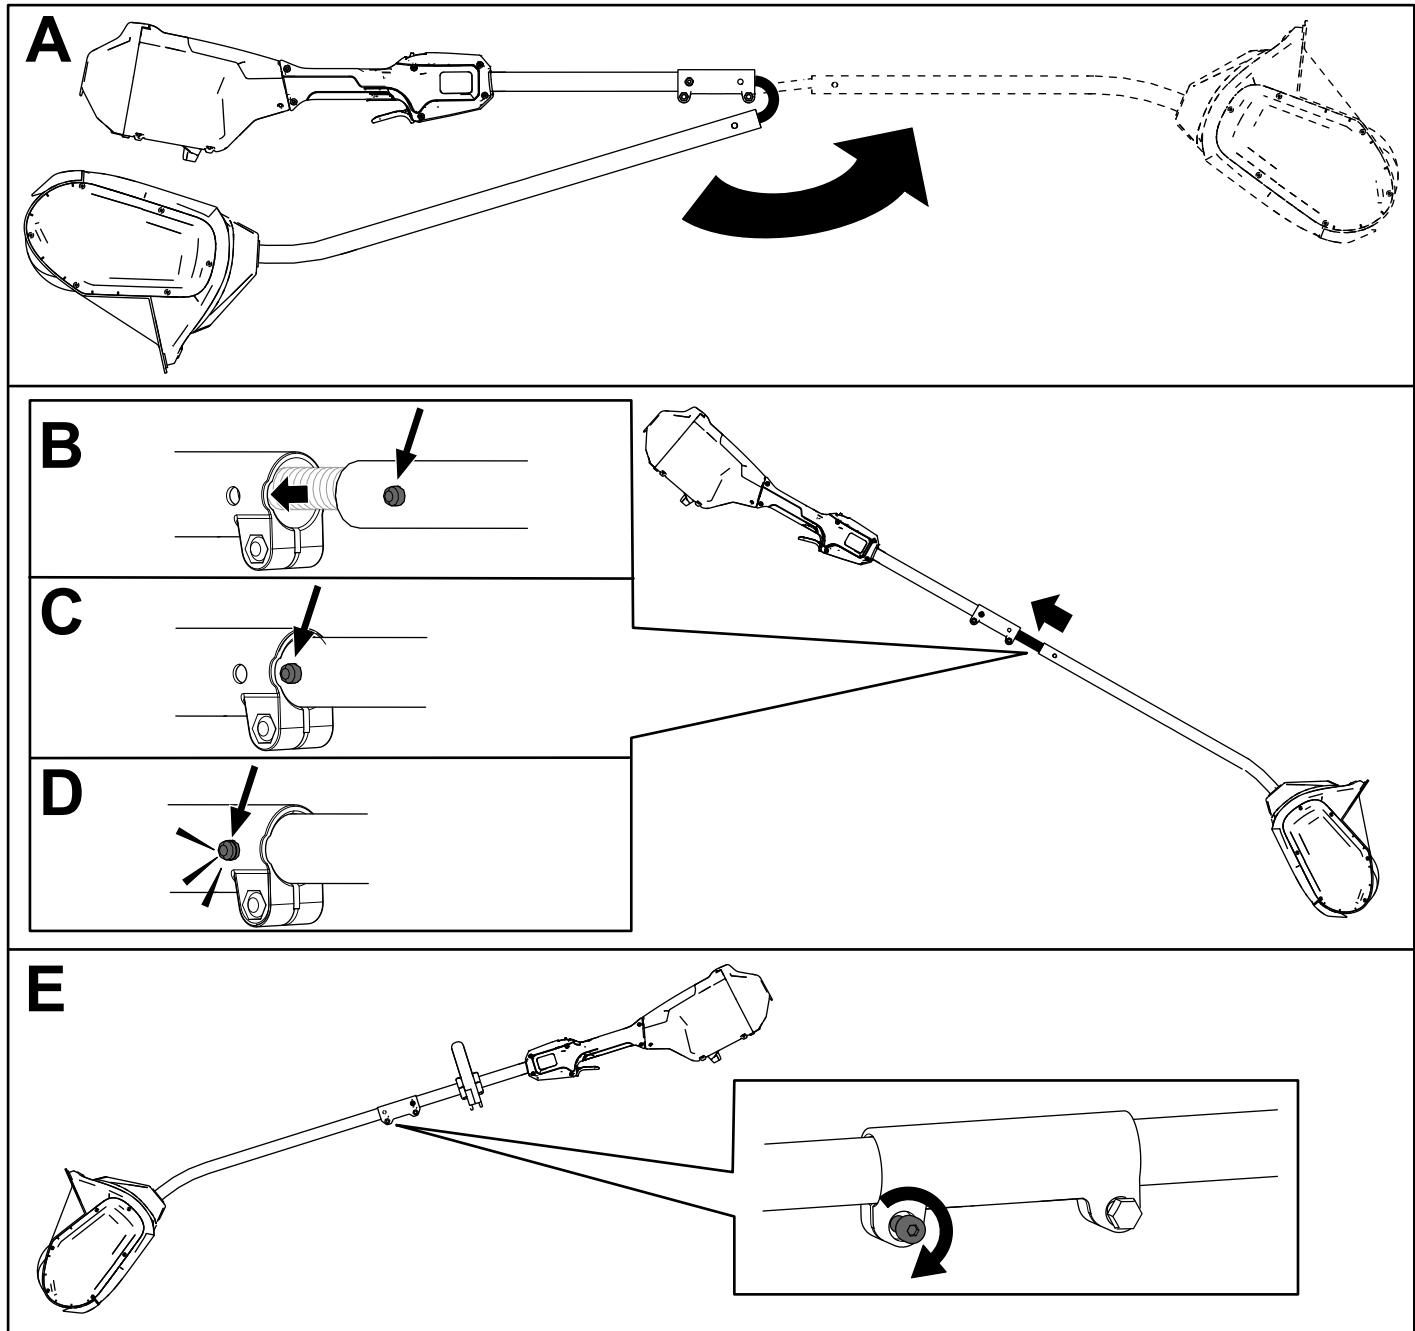

Figura 4
1. Despliegue el mango (Figura 4, A).
2. Alinee el botón de bloqueo del eje inferior con el orificio alargado del eje superior y junte los dos ejes (Figura 4, B y C).
- Nota:** El botón de bloqueo hace clic en el taladro alargado cuando los ejes están sujetos (Figura 4, D).
3. Usando la llave allen suministrada, apriete el tornillo del conector del eje hasta que quede firme (Figura 4, E).